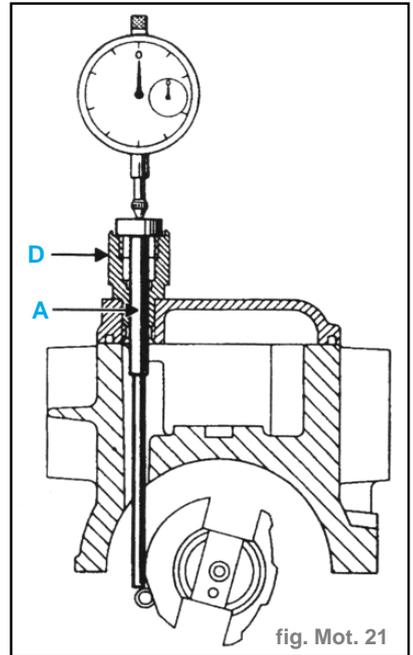

fig. Mot. 21
- Déposer le bouchon d'accès à la cheminée de calage (D) placé sur le couvercle de la pompe. (fig. Mot. 21)